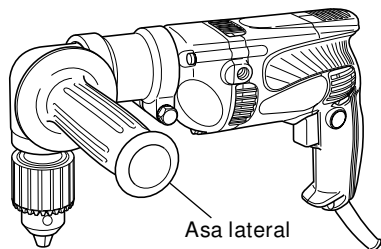

Fig. 11
- (3) Instalación del asa lateral (Fig.11)